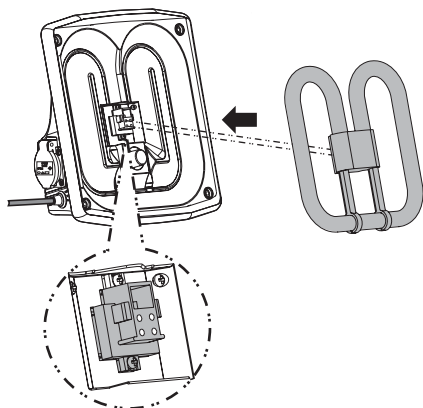

Abb. 16
5.1.4 Installieren Sie das neue Leuchtmittel. Gehen Sie sicher, dass Sie ein 38 W (55 W) Leuchtmittel benutzen und platzieren Sie es in die Fassung. (Abb. 16).